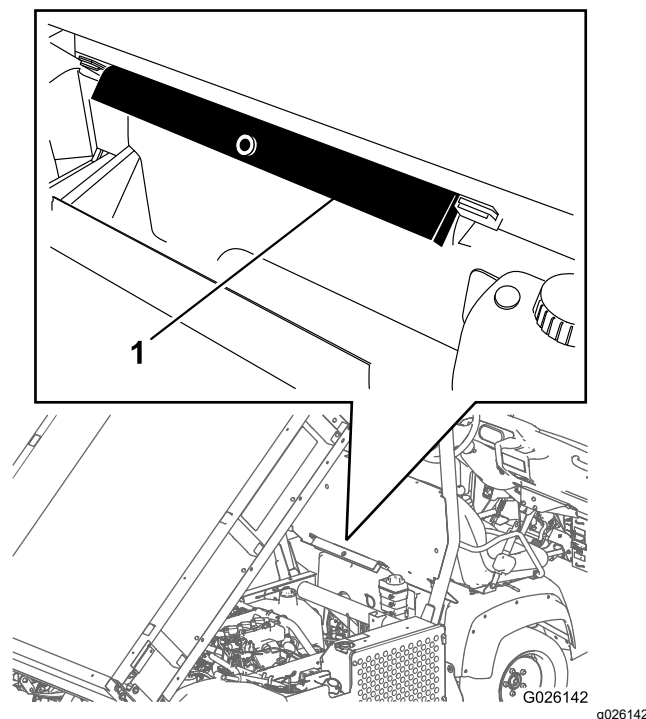

図 1
- ROPS パネルの後ろについている保管用ブラケットから荷台サポート安全サポートを取り外す 図 1。